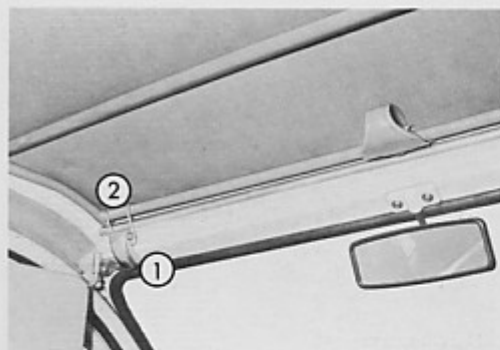

Fig. 24 - Ouverture avant de la capote
- Faire pivoter les leviers (Fig. 24, Rep. 1), pour dégager les crochets de maintien (Rep. 2).
- Le verrouiller au moyen des crochets (Fig. 24 Rep. 2)